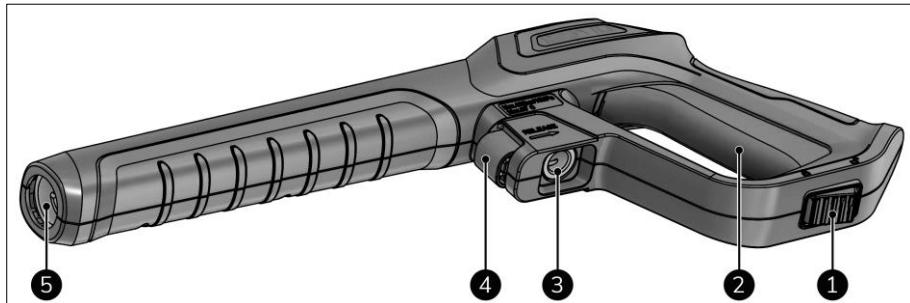

Figure 6
- Débloquez le verrouillage de sécurité sous la gâchette (figure 6, pos. 1).
- Appuyez sur la gâchette (figure 6, pos. 2) pendant plusieurs secondes pour évacuer l'air du tuyau.
- Appuyez sur la gâchette (figure 6, pos. 2) et commencez à nettoyer.
1. Le cas échéant, relâchez la gâchette (figure 6, pos. 2).
2. Bloquez le verrouillage de sécurité sous la gâchette (figure 6, pos. 1).